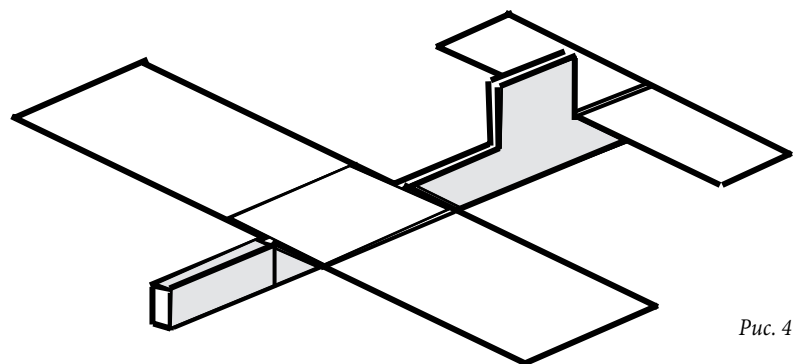

Рис. 4
– Все, модель готова (рис. 4). Правда, совсем и несложно, но это потому, что основная работа впереди: модель надо научить летать.